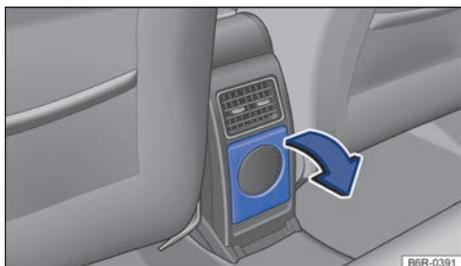
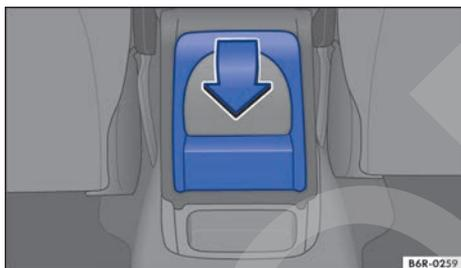

Fig. 134 En la parte trasera de la consola central: portabebidas (variante 1).
Fig. 135 En la parte trasera de la consola central: portabebidas (variante 2).
- Para *abrir* el portabebidas, bájelo en la dirección de la flecha → fig. 134 o → fig. 135.